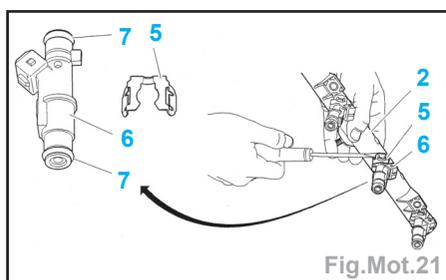

Fig.Mot.21
- Désaccoupler la durit (1) et l'obturer.
- Débrancher les connecteurs (3).
- Déposer les vis (4).
- Déposer l'ensemble rampe d'alimentation / injecteurs essence (2).
- Déposer (Fig.Mot.21) :
- les agrafes (5), à l'aide d'un tournevis,
- les injecteurs (6).